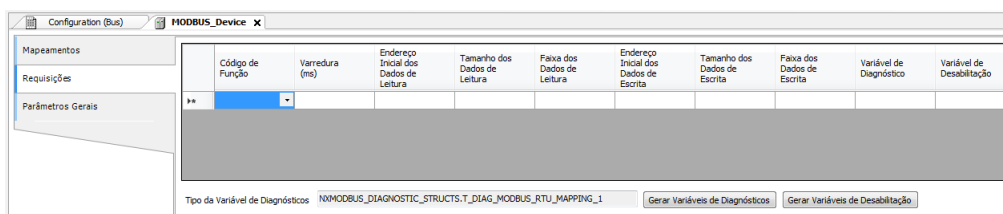

Figura 84: Tela de Requisições de dados MODBUS Mestre
- Adicionar e configurar as requisições MODBUS como apresentado na Figura 84, especificando a função, o tempo de varredura da requisição, o endereço inicial (leitura/escrita), o tamanho dos dados (Leitura/Escrita) e gerar as variáveis de diagnóstico e desabilitação das requisições através dos botões na parte inferior da janela.